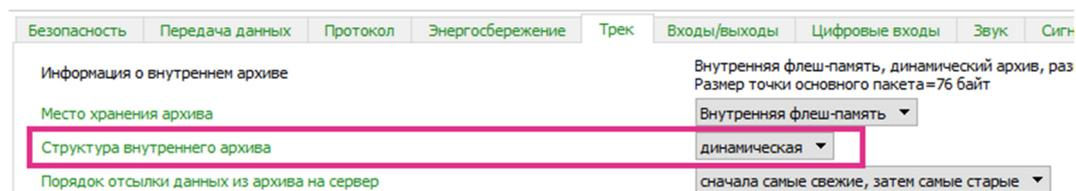

Рис. 4
4. перейдите на страницу «Настройки» на вкладку «Трек», установите динамическую структуру хранения архива (Рис. 4);